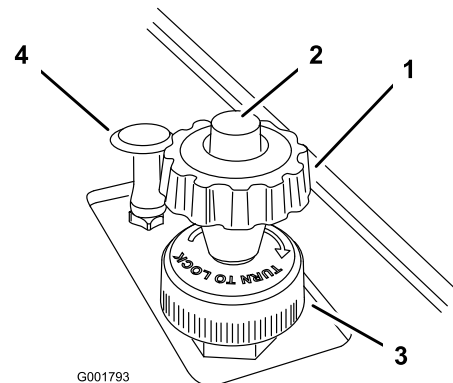

Bild 23
2. Drücken Sie die Taste oben am Handrad des Geschwindigkeitsbegrenzers und ziehen Sie es nach oben, bis Sie fühlen, dass es das Fahrpedal berührt. Lassen Sie die Taste dann los (Bild 23).
4. Nach dem Einstellen können Sie das Handrad an dieser Einstellung arretieren. Drehen Sie den Sperring unten am Geschwindigkeitsbegrenzer nach rechts, bis er stoppt (Bild 23). Drehen Sie zum Lösen der Arretierung den Arretierungsring nach links, bis er lose ist.